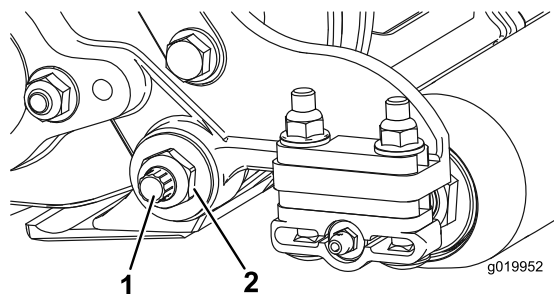
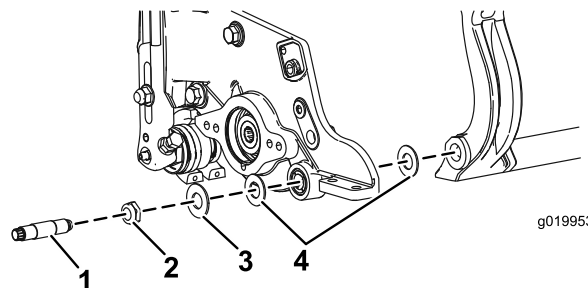
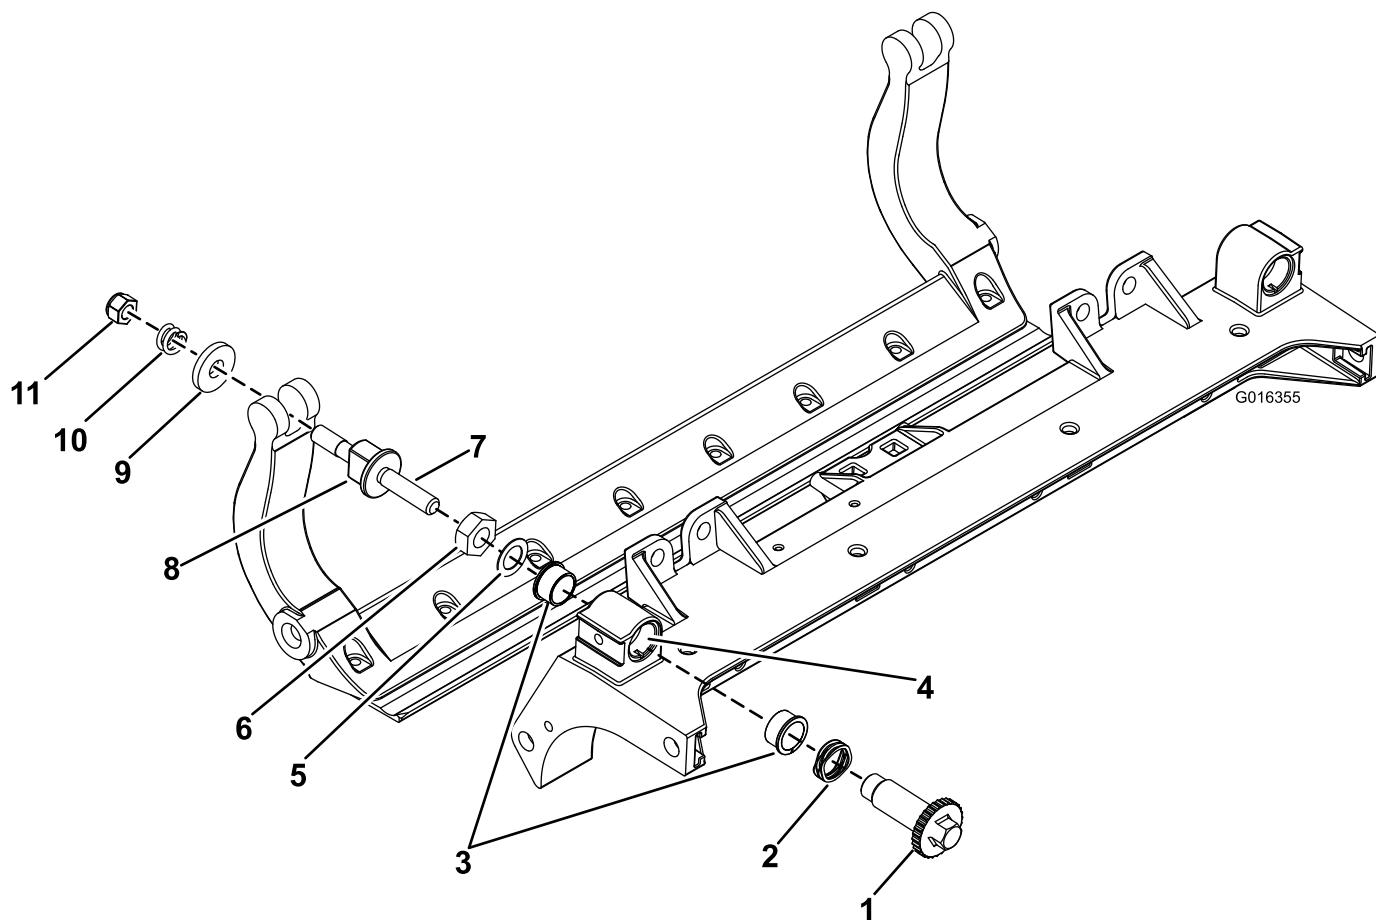

Figura 26
Figura 27
Figura 29
3. Desaperte a porca de bloqueio que segura a cavilha da barra de apoio, em cada um dos lados da máquina (Figura 26).
4. Remova cada uma das cavilhas da barra de apoio, de modo a permitir puxá-la e retirá-la da máquina (Figura 26). Guarde as duas anilhas de nylon e a anilha de aço prensado de cada uma das extremidades da barra de apoio (Figura 27).
2. Fixe a barra de apoio a cada um dos lados da placa lateral com as cavilhas (porcas flangeadas nas cavilhas) e com as 6 arruelas. Deve colocar uma anilha de nylon em cada um dos lados da placa lateral. Coloque uma arruela de aço no exterior de cada uma das arruelas de nylon (Figura 27). Aperte os parafusos com 37-45 Nm. Aperte as porcas de bloqueio de forma igual em cada lado até que não consiga rodar as arruelas de aço exteriores à mão. Em seguida, desaperte as porcas de bloqueio até que as arruelas de aço exteriores possam ser rodadas à mão, e a folga da barra de suporte seja removida.
9. Fixe a barra de apoio a cada um dos lados da placa lateral com as cavilhas (porcas flangeadas nas cavilhas) e com as 6 arruelas. Deve colocar uma anilha de nylon em cada um dos lados da placa lateral. Coloque uma arruela de aço no exterior de cada uma das arruelas de nylon (Figura 29). Aperte os parafusos com 27-45 Nm. Aperte as porcas de bloqueio de forma igual em cada lado até que não consiga rodar as anilhas de aço à mão. Em seguida, desaperte as porcas de bloqueio até que as arruelas de aço exteriores possam ser rodadas à mão, e a folga da barra de suporte seja removida (Figura 27).
1. Retire todas as peças (consulte as *Instruções de instalação* do Kit DPA HD Modelo n.º 120-7230 e Figura 29).
2. Aplique Never Seize no interior da área dos casquilhos na estrutura central da unidade de corte (Figura 29).
3. Alinhe as chaves nos casquilhos das flanges com as ranhuras na estrutura e instale os casquilhos (Figura 29).
4. Instale uma anilha ondulada no veio do ajustador e deslize o veio do ajustador para os casquilhos da flange na estrutura da unidade de corte (Figura 29).
5. Prenda o veio ajustador com uma anilha plana e porca de bloqueio (Figura 29). Aperte a porca de bloqueio com 20 a 27 Nm.